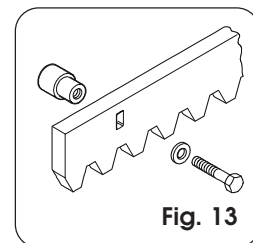

Fig. 13
4.4.1. CRÉMAILLÈRE EN ACIER A SOUDER (FIG. 13)